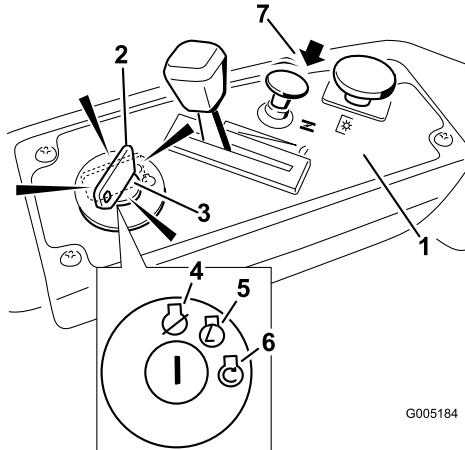

Figura 12
4. Girate la chiave di accensione in posizione Start per attivare il motorino di avviamento; Rilasciatela quando il motore si accende (Figura 12).
5. Dopo l'avvio del motore, premere il comando dello starter (Figura 12). Se il motore si spegne o esita, tirate verso l'alto il comando dello starter e lasciate girare il motore per alcuni secondi. Quindi premete il comando dello starter. All'occorrenza, ripetete il procedimento.
2. Posizionate la leva dell'acceleratore tra alta e mezza velocità (Figura 12).